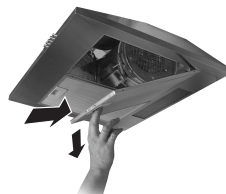

Abb. 5
Entfernen Sie die Metallfettfilter. Drehen Sie das Leuchtmittel (B) gegen den Uhrzeigersinn heraus. Neues Leuchtmittel (**Energiesparleuchte 7 W, E14, 230 V**) in Lampenfassung einsetzen und durch Drehen im Uhrzeigersinn mäßig festziehen (Abb. 5).